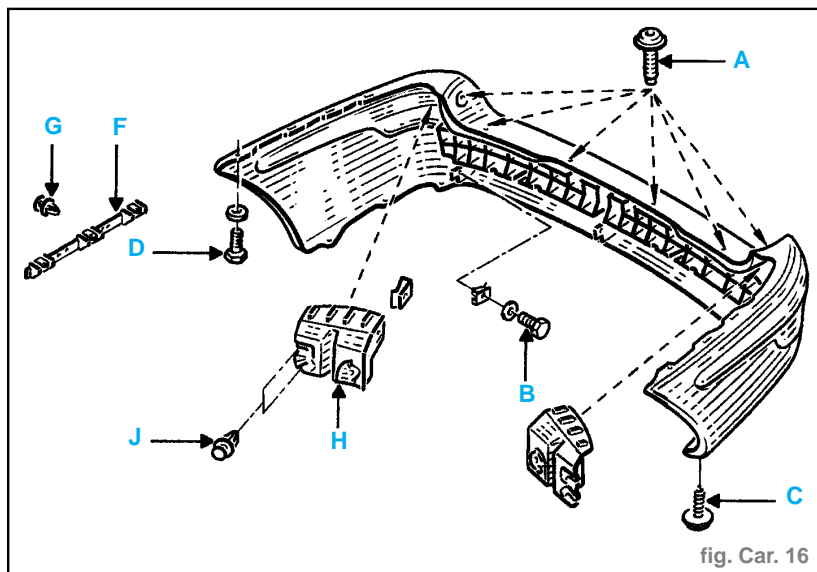
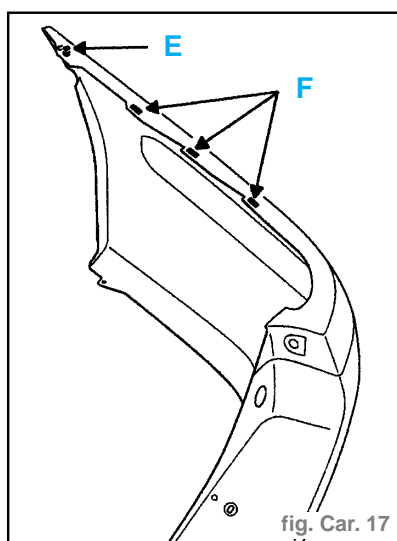

fig. Car. 16
fig. Car. 17
- Déposer (fig. Car. 16) :
- les vis de fixation supérieures (A),
- les vis de fixation inférieures (B),
- les vis de fixation de l'écran pare-boue (C),
- les vis de fixation latérales (D) du bouclier.
- Dégager en le pion d'indexage (E) du panneau d'aile arrière. (fig. Car. 17)
- Pousser le bouclier vers l'arrière du véhicule et ôter celui-ci de son logement entre l'équerre de maintien (F) et le panneau d'aile.